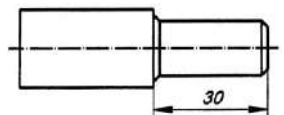

Рисунок 5.14 – Креслення вала після повороту
- 4) у рядку параметрів об'єктів натисніть кнопку «Исходные объекты» (на кнопці повинний зобразитися один прямокутник) і зазначте кут повороту (рис. 5.14).